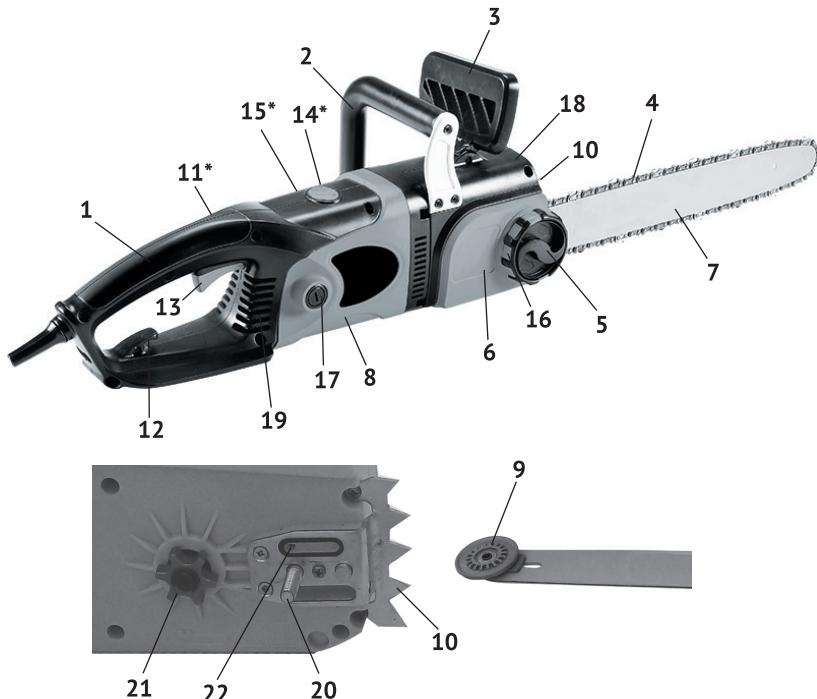

рис. 1
Привод цепи осуществляется однофазным коллекторным электродвигателем, расположенным продольно пильному аппарату. Рабочим органом пилы является пильный аппарат, состоящий из бесконечной (замкнутой) пильной цепи (рис.1 поз.4), бегущей по направляющей шине (рис.1 поз.7).
1.3 Включение пилы в работу осуществляется нажатием на клавишу выключателя (рис.1 поз.13). Выключатель имеет блокировку от случайного включения. Нажатием кнопки (рис.1 поз.11, слева на задней рукоятке), клавиша выключа-
теля разблокируется. После нажатия на клавишу выключателя (рис.1 поз.13), ведущая звёздочка приводит в движение пильную цепь. Отпущененная клавиша и кнопка блокировки (с характерным щелчком) возвращаются в исходное положение – «выключено».
Остановка цепи также осуществляется механическим тормозом двойного действия: вручную, нажав левой рукой на щиток тормоза (рис.1 поз.3) от себя, или при срабатывании автоматического инерционного привода (при отскеоке, защемлении цепи).
Две рукоятки пилы – передняя (рис.1 поз.2) и задняя (рис.1 поз.6) оснащены устройством виброгашения.
2.4 Общий вид пилы представлен на рис.1
2.5 На задней рукоятке, состоящей из 2-х половин, скреплённых между собой, размещены органы управления пилой: клавиша выключателя (рис.1 поз.13) и кнопка блокировки (рис.1 поз.11) клавиши выключателя. Рукоятка крепится к пластиковому корпусу двигателя (рис.1 поз.8). Редуктор, тормоз цепи и система смазки расположены в пластиковом корпусе пилы (рис.1 поз.18). Крутящий момент с якоря электродвигателя конической шестернёй передаётся на шпиндель пилы. На шпинделе крепится ведущая звёздочка, преобразующая вращательное движение шпинделя в линейное движение цепи по направляющей шине. Цепь является основным рабочим инструментом пилы.
На правой половине корпуса находится крышка шины (рис.1 поз.6). Ручка крепления шины (рис.1 поз.5) фиксирует крышкой (рис.1 поз.6) направляющую шину (рис.1 поз.7) с пильной цепью (рис.1 поз.4) к крышке редуктора с ведущей звёздочкой.
На левой половине корпуса пилы расположены: крышка масляного бака (рис.1 поз.14) и окно контроля уровня масла (рис.1 поз.15).
Кольцом (рис.1 поз.16) осуществляется регулировка натяжения цепи.
Перед установкой шины убедитесь, что тормоз цепи не находится в сработавшем положении. В противном случае переместите рычаг (щиток) тормоза (рис.1 поз.3) к передней рукоятке (рис.1 поз.2).
- открутив ручку крепления (рис.1 поз.5) крышки шины (рис.1 поз.6), снять крышку шины;
- диск регулировки натяжения цепи (рис.1 поз.9) нашине (рис.1 поз.7), вращением против часовой стрелки перевести в крайнее положение, это соответствует минимальному натяжению цепи;
- установить диск шины на шпильку крепления (рис.1 поз.20);
- пильную цепь (рис.1 поз.4) наденьте на ведущую звёздочку (рис.1 поз.21).
- слегка натяните цепь вращением по часовой стрелке диска натяжения цепи (рис.1 поз.9);
- установите крышку шины и слегка затяните ручку крепления (рис.1 поз.5).
Регулировка натяжения цепи производится винтом (рис.1 поз.16) при ослабленной ручке крепления (рис.1 поз.5) крышки шины (рис.1 поз.6):
- отверните пробку маслобака (рис.1 поз.14);
- заполните бак маслом до верхней части окна (рис.1 поз.15), следите за тем, чтобы в бак не попала грязь;
её над светлой поверхностью таким образом, чтобы носок шины был направлен на эту поверхность на расстоянии 15-20 см. На поверхности появляются следы масла, если система смазки работает нормально. Если следы масла не появляются, необходимо прочистить выходное отверстие (рис.1 поз. 22) в корпусе редуктора.